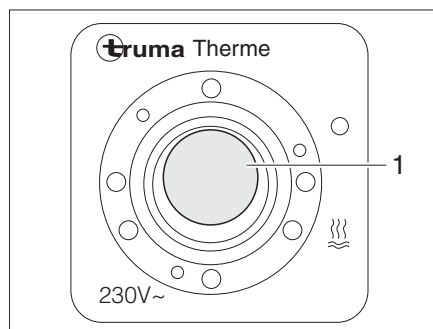

Fig. 130 Interruttore di comando per scaldacqua
Con l'interruttore di comando (Fig. 130) si inserisce la modalità di funzionamento elettrico. La spia di controllo (Fig. 130,1) nell'interruttore deve accendersi.
- Inserire l'interruttore di comando (Fig. 130). La spia di controllo (Fig. 130,1) nell'interruttore si accende.
- Spegner l'interruttore di comando (Fig. 130). La spia di controllo (Fig. 130,1) nell'interruttore si spegne.
- Spegner l'interruttore di comando (Fig. 130). La spia di controllo (Fig. 130,1) nell'interruttore non si accende.